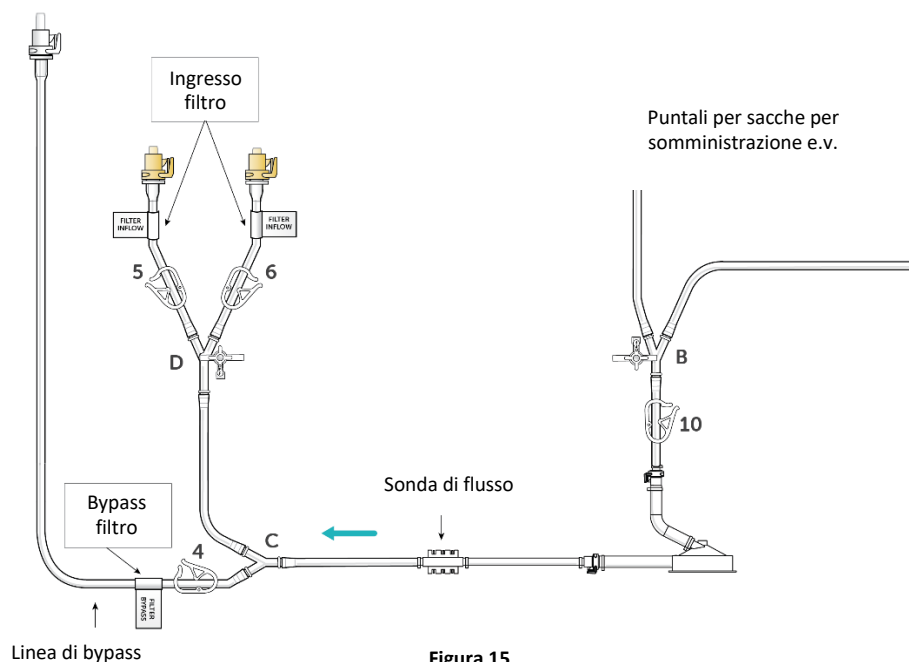

Figura 15
- (a) Eseguire il priming della testa della pompa, della linea di ingresso dei filtri e della linea di bypass aprendo il morsetto 10, il rubinetto "D" e il morsetto 4 (vedere la Figura 15).